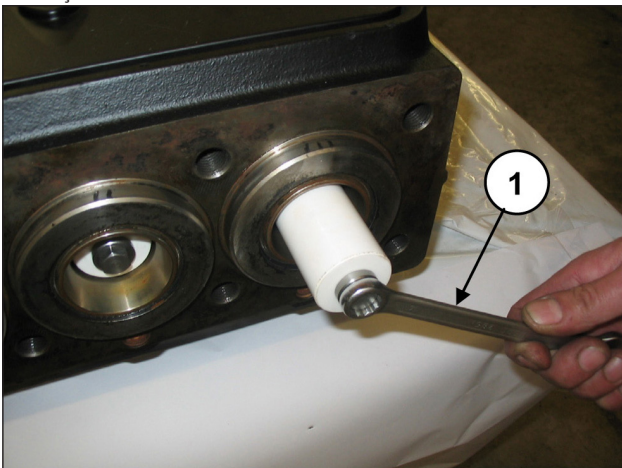

Fig. 132
Providencie a desmontagem dos pistões, soltando os parafusos de fixação (pos. ①, Fig. 132).